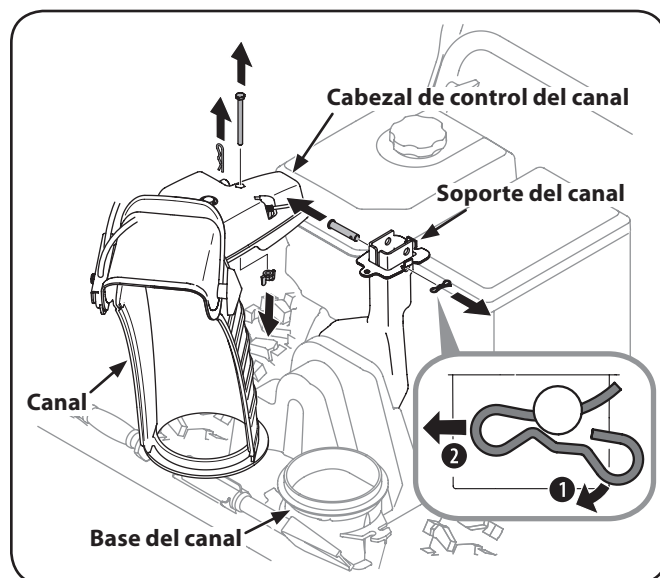

Figura 3-3
1. Retire el pasador de chaveta, la tuerca de mariposa y el tornillo hexagonal del cabezal de control del canal, y el pasador de horquilla y el pasador de chaveta con unión curva de la ménsula de soporte del canal. Vea la Figura 3-3.
8. Finalizar asegurar el control de la cabeza a la tolva tolva de soporte con tuerca de mariposa, horquilla alfiler, y arco-tie Cotter pines eliminado en el paso 1. Vea la Figura 3-3.